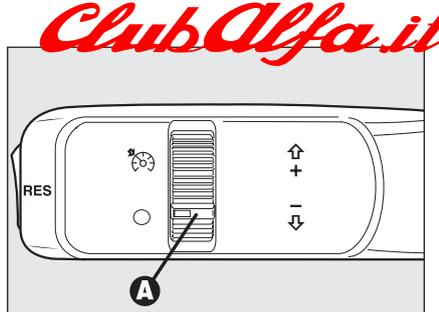

fig. 46
Ruotare la ghiera **A-fig. 46** su
- ruotare la ghiera **A-fig. 46** su e premendo il pedale dell'acceleratore portare la vettura alla velocità desiderata;
- ruotando la ghiera **A-fig. 46** su **O**;
In caso di funzionamento difettoso od avaria del dispositivo, ruotare la ghiera A-fig. 46 su O e rivolgersi alla ai Servizi Autorizzati Alfa Romeo dopo aver verificato l'integrità del fusibile di protezione.